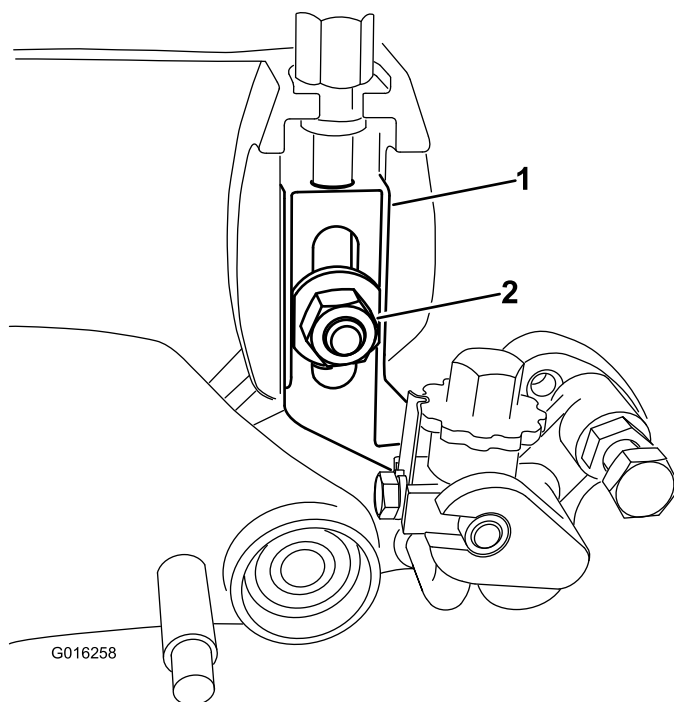

Figura 30
5. Rimuovete il bullone della lama, il dado e la rondella che fissano il gruppo del braccio dell'altezza di taglio alla piastra laterale (Figura 30).